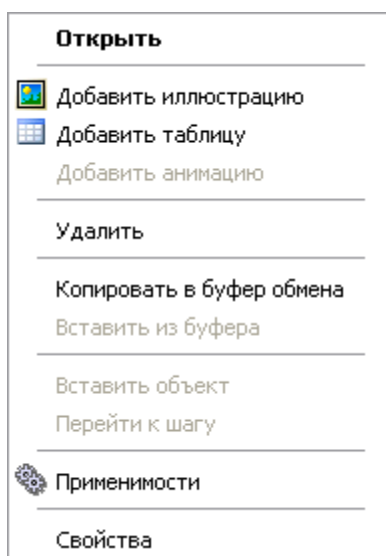

Рис. 7.52
1. На вкладке **Объекты** щелкните правой кнопкой мыши по названию объекта **Название таблицы**. При этом появится контекстное меню (Рис. 7.52).